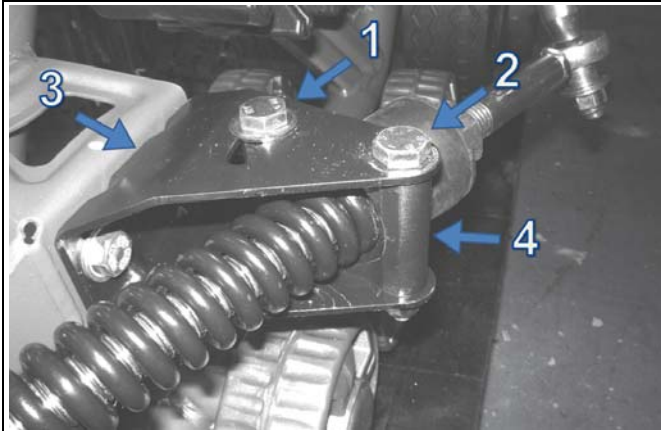

Abbildung 9
- Schrauben (1) und (2) des Verdrehsicherungsbügels (3) lösen, damit die Verdrehsicherungs-Halterung (4) im Angelzapfen gedreht werden kann. (Siehe Abbildung 9).